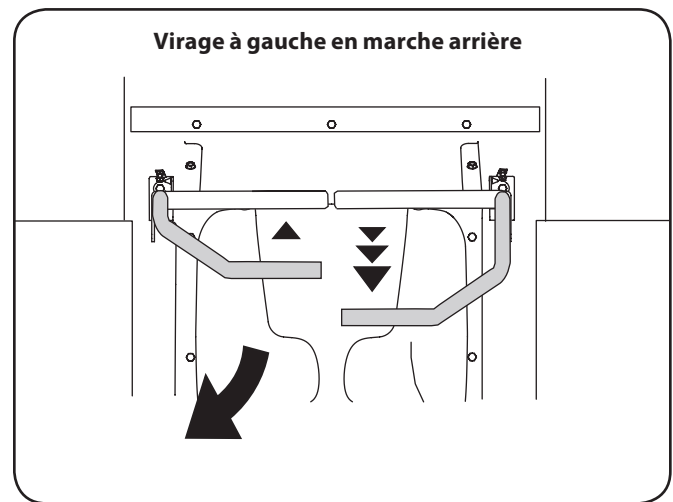

Figure 5-6
1. Pour tourner à gauche en marche arrière, poussez la barre de conduite gauche vers l'avant et tirez la barre droite vers vous. Voir Figure 5-6.